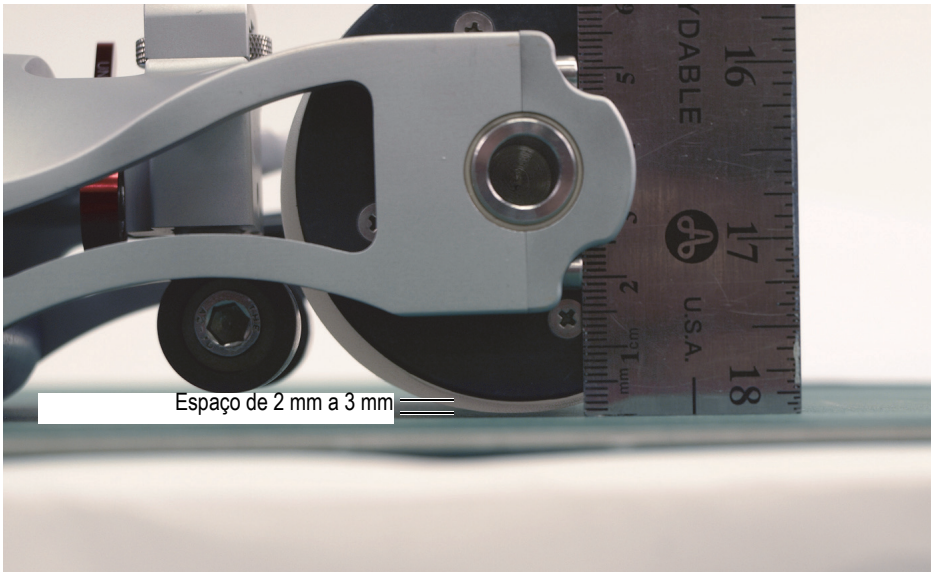
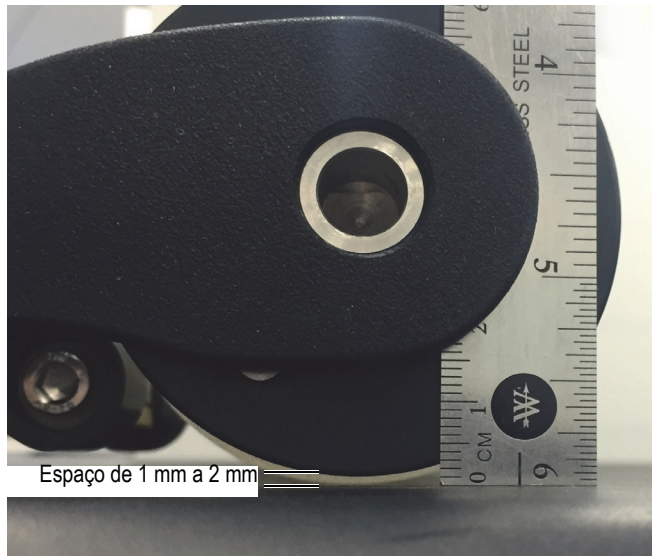

Figura 3-5 Flange de roda acústica e espaço de superfície (RollerFORM)
Figura 3-6 Flange de roda acústica e espaço de superfície (RollerFORM XL)
A câmara de líquido da roda acústica está devidamente preenchida quando o RollerFORM está apoiado em uma superfície plana sem qualquer pressão para baixo aplicada na pega e um espaço medindo de 2 mm a 3 mm permanece entre os flanges da roda acústica preta e a superfície a ser inspecionada (Figura 3-5 na página 53 e Figura 3-6 na página 53). Se o espaço for maior, remova o glicol ou a água abrindo a válvula OUT e deixe um pouco de líquido sair da câmara de líquido. Em seguida, meça o espaço novamente. Repita esta operação até que a folga entre os flanges da roda acústica preta e a superfície a inspecionar esteja entre 2 mm e 3 mm.
5. Certifique-se de que a câmara de líquido da roda acústica esteja devidamente preenchida. Com o RollerFORM apoiado em uma superfície plana e sem qualquer pressão descendente aplicada na pega, verifique se um espaço medindo entre 2 mm a 3 mm permanece entre os flanges acústicos pretos da roda e a superfície a ser inspecionada (Figura 3-5 na página 53).